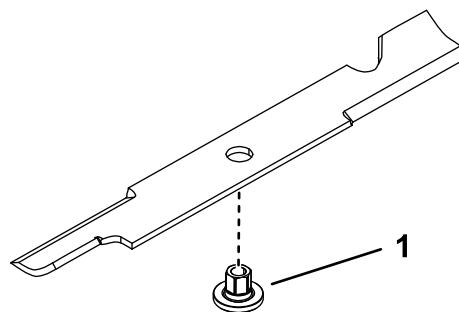

Bild 108
1. Montieren Sie eine Buchse durch das Messer, wobei der Bund der Buchse auf der unteren (Gras-)Seite des Messers liegen muss (Bild 108).